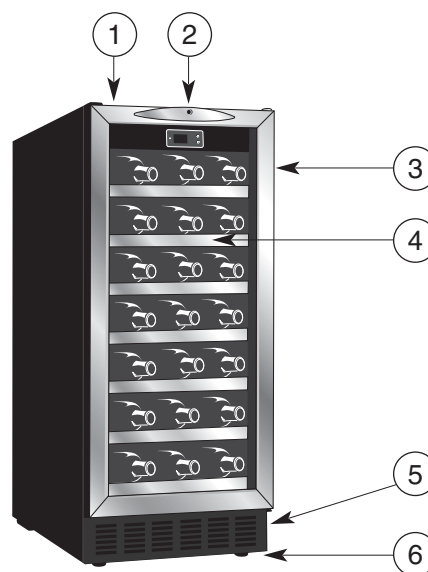

**Fig 1**
- Cerciórese que haya espacio libre para que la puerta abra 130° (vea la **Fig. 1**).